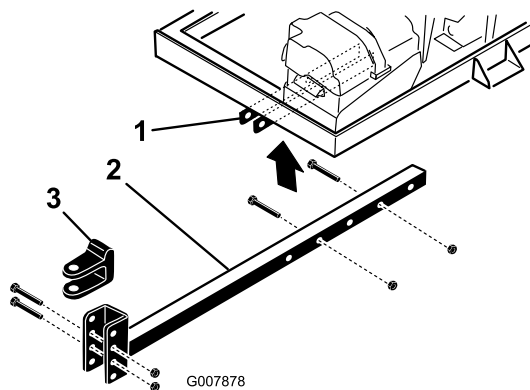

图4
- 卸下将挂钩 U 形销（图4）固定到挂钩管上的螺栓和锁紧螺母。
- 卸下将挂钩管固定到机架支架的螺栓和螺母（图4）。
2. 将挂钩管插入机架支架（图4）。用 2 个螺栓（ $\frac{3}{8}$ x 3 英寸）和凸缘螺母（ $\frac{3}{8}$ 英寸）将挂钩管固定到机架上，并上紧扭矩至 40N·m。